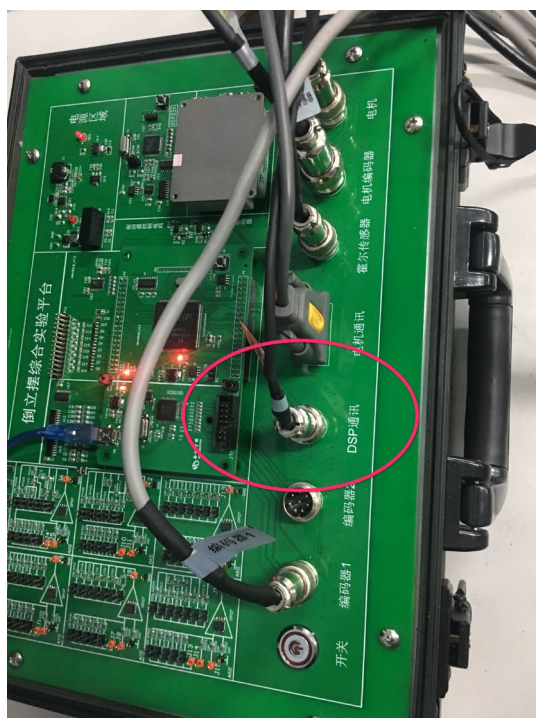

图 2-1 DSP 通讯连线
2. 将“DSP 通讯”连接至 PC 机 USB 口。（已经默认与实验箱相连，只要连上 PC 机的 USB 口即可）如图 2-1 所示。